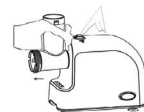

Рис. 2
- Вставьте головку мясорубки (7) в установочное место (4) (рис. 1), нажмите на кнопку фиксатора (3) и поверните головку мясорубки (7) против часовой стрелки до фиксации (рис. 2).